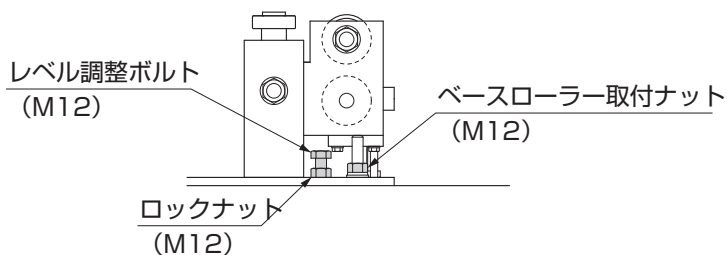

図3-2
- 高さが低い場所の「レベル調整ボルト」を固定している「ロックナット」を緩めて、「レベル調整ボルト」を締め込むとレベルが上がります。(図3-2参照)
②全体の水平を出した後で、「ベースローラー取付ナット」と「ロックナット」を確実に締め固定してください。(図3-2参照)